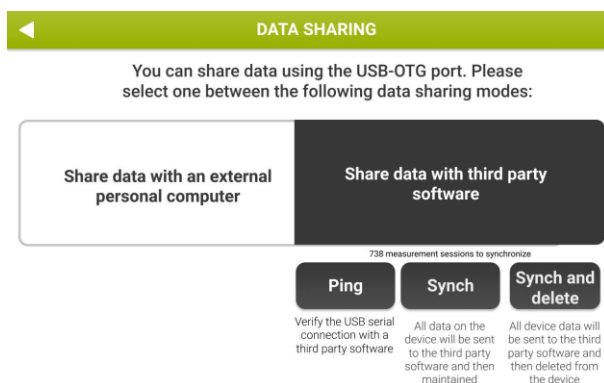

Abbildung 20 - Verfügbare Optionen für das Datensharing mit Drittanbietersoftware
3. Gehen Sie nach dem Neustart zum gleichen Bildschirm (Admin - Data Sharing - Data Sharing via USB-OTG); es werden nun drei weitere Buttons angezeigt: *Ping*, *Sync* und *Sync und Delete (Löschen)* (Abbildung 20)